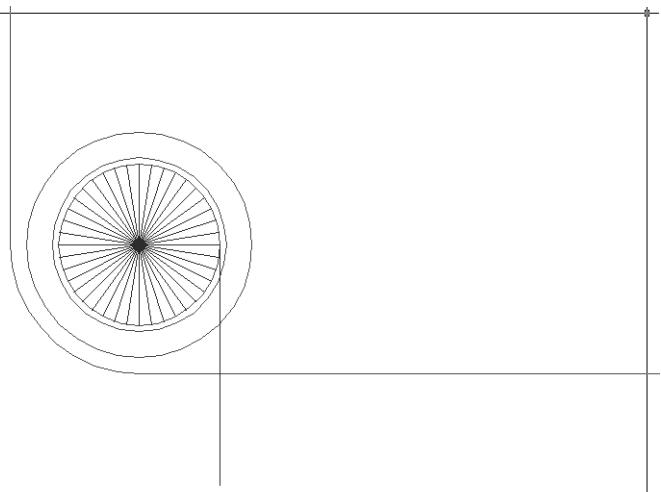

Рис. 9.8 ▼ Радиальный массив создан
7. Закрыв окно щелчком на кнопке **OK**, вы должны получить чертеж, представленный на рис. 9.8.